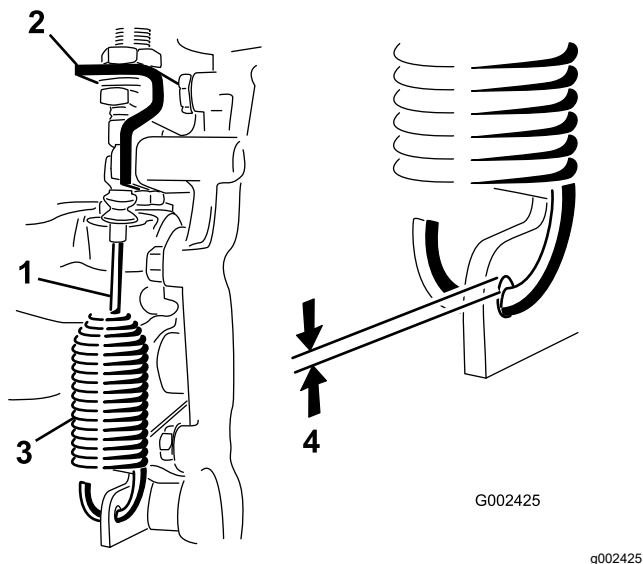

Bild 46
2. Lösen Sie die Klemmmuttern, mit denen das Differenzialsperrkabel am Getriebe befestigt ist (Bild 46).